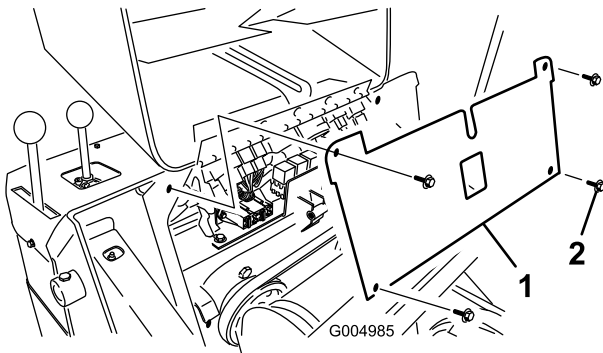

Bild 42
4. Nehmen Sie die 4 Schrauben ab, mit denen die Sicherungsabdeckung befestigt ist, und ziehen Sie die Abdeckung dann heraus und nach oben, um sie abzunehmen (Bild 42).